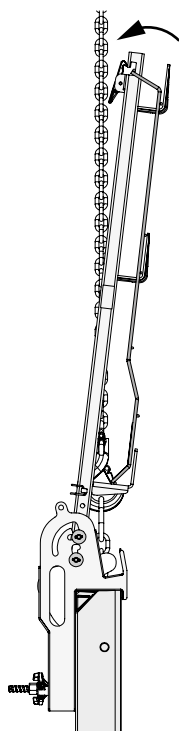

Fig. A7.29b
4. Rabattre vers l'arrière le montant de garde-corps avec la barrière de protection grillagée. (Fig. A7.29b + A7.30)